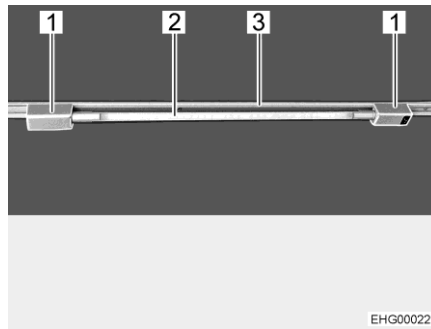

Bild 27 Lysrör
- Sätt in båda hållarna (Bild 27,1) i skenan (Bild 27,3). Vrid hållaren med 90°.
- Sätt in ljuskällan (Bild 27,2) i en av hållarna.
- Vrid på ljuskällan (Bild 27,2) tills önskad ljusstyrka har uppnåtts.